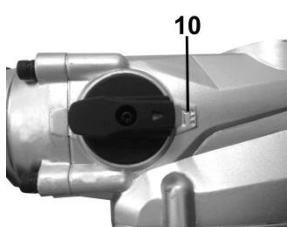

Рисунок 2-2
3.4.1 Перфоратор имеет два режима работы: ударный и ударно-вращательный. Переключение режимов работы перфоратора осуществляется поворотом переключателя (4) из одного крайнего положения в другое в сторону соответствующего символа режима работы:
- Ударно-вращательный режим (режим бурения) – переключатель (4) в положении  (положение (10), рисунок 2-2). Рекомендации: Бурение в кирпиче, бетоне и камне. Не предназначен для керамической плитки, материалов, не выдерживающих ударное воздействие.